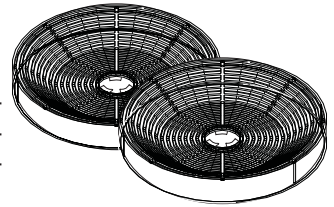

Abb. 20
Der Kohlefilter (2 Stück)- Abb. 20 - wird nur dann eingesetzt, wenn die Dunstabzugshaube im Umlaufbetrieb arbeitet und an die Lüftungsleitung nicht angeschlossen ist.
- b) Die Kohlefilter mit der konvexen Seite auf das Gitter am Lufteinlauf des Motors aufsetzen (Abb. 20),